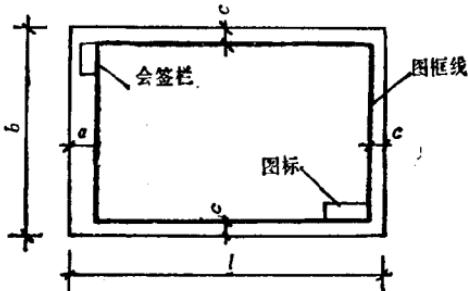

图 11 图纸幅面规格
1) 图幅 图纸的幅面规格分0、1、2、3、4五种，幅面的长宽尺寸和边框尺寸见图11和表1。为使一套施工图的图纸整齐统一，图纸幅面应选用一种规格为主，尽量避免大小幅面掺杂使用。
2) 图标 是图纸的标题栏，放在图纸右下角(图11)，常见的格式如表2。当需要查阅某张图时，可以从图纸目录中查到该图的工程图号，然后根据这个图号查对图标，即可找到所需的图纸。图标栏中主要内容有：